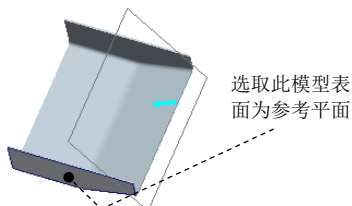
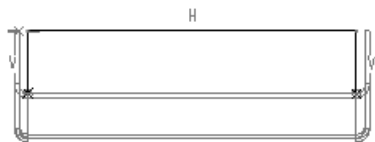

图 11.12.17 草绘平面
图 11.12.18 截面草图
② 在操控板中单击 **形状** 选项卡，在系统弹出的界面中选中 ☒ **高度尺寸不包括厚度** 单选项，然后单击 **草绘...** 按钮，系统弹出“草绘”对话框，确认草绘的箭头方向如图 11.12.17 所示（如方向不一致，可单击对话框中的 **反向** 按钮切换箭头方向），再选取图 11.12.17 所示的模型表面为草绘参考平面，方向为 **左**；单击 **草绘** 按钮，绘制图 11.12.18 所示的截面草图。